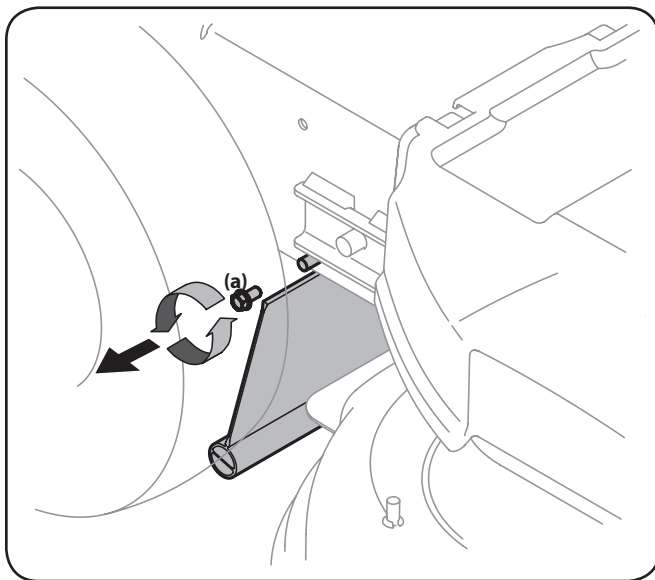

Figure 7-7
1. Retirez le boulon (a) qui fixe la languelette de protection au côté droit de la tondeuse. Voir Figure 7-7.